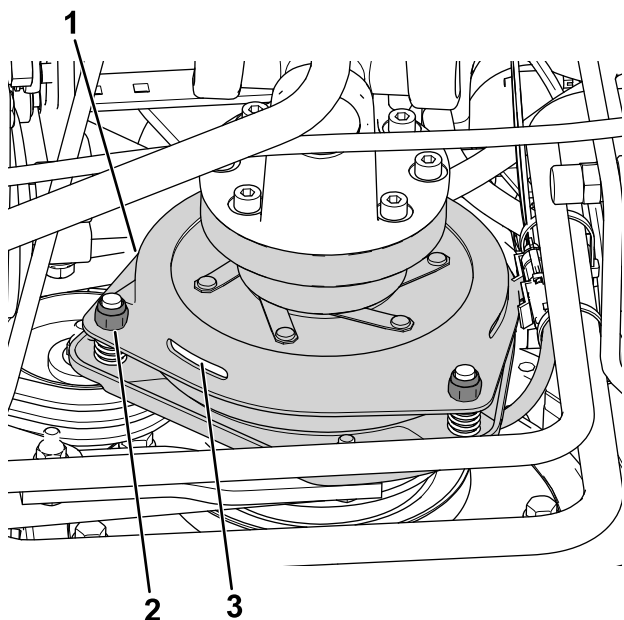

图 80
3. 调整气隙使 0.3mm 的测隙规可以在离合器衬片与摩擦片之间以较轻的压力滑动图 80。
注意 顺时针旋转调节螺母可缩小气隙图 80。最大维护气隙为 0.6mm。将所有 3 个气隙均调节至 0.4mm。